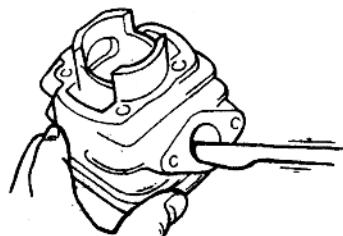

图1-6 清除气缸体排风口积炭
(5)气缸体排气口积炭的清除方法:如图1-6所示,用圆形金属刮刀或一字形螺丝刀将气缸体排气口积炭清除干净,清除时切勿损伤气缸壁表面,然后用汽油或煤油将气缸体清洗干净,并用干净抹布擦净。